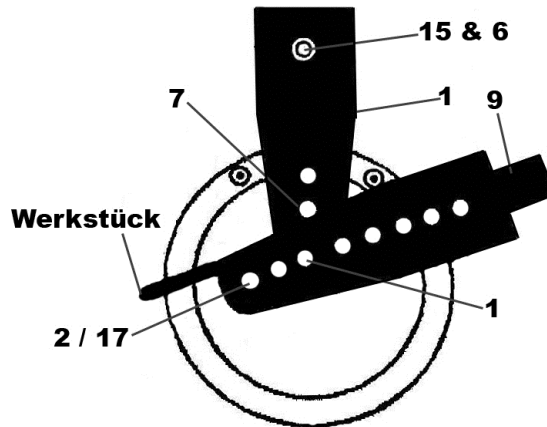

Abbildung 5
- Montieren Sie die Winkelbiegeform (7) wie in Abbildung 5 demonstriert.